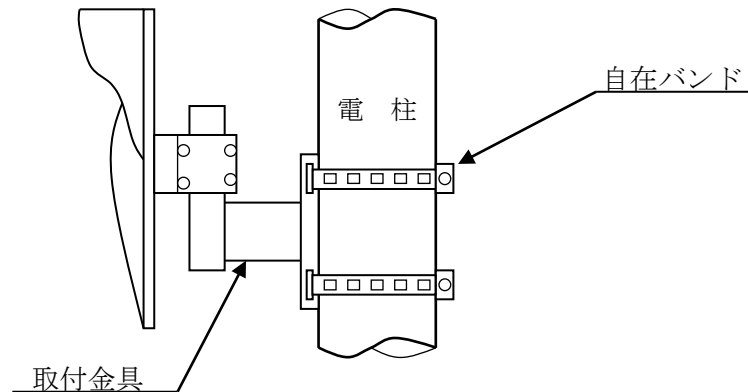

図1 電柱取付け金具イメージ
- (1) 反射鏡およびそれに付属する取付け金具とし、反射鏡は、直径800mm以内の丸形か、縦600mm*横800mm以内の角型のいずれかとする。鏡以外の部分は周囲環境に配慮した色彩を用いることとする。
- (2) 共架事業者が取付ける共架設備は、十分な耐久性および強度を有するものとする。
- (3) 取付けにあたっては、緩み等により反射鏡が傾斜または落下することのないよう、共架事業者の責任において適切な措置を講じるものとする。
- (4) 反射鏡は、原則として図1の取付け金具を使用し、反射鏡が電柱と接触しない様に施設し、いかなる場合においても電柱に直付けしてはならない。取付けは、電柱1基に対し2枚までとする。